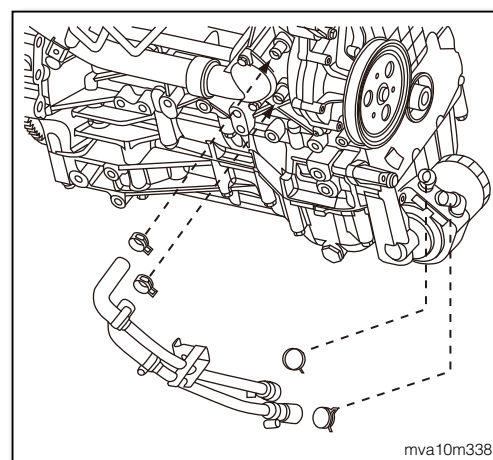

图9
- 将机油冷却液管总成软管套入缸体接头及机油冷却器上，并以管夹固定(如图9)。